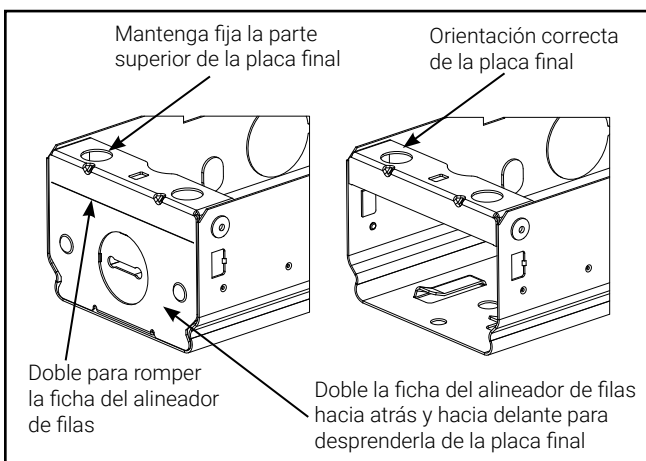

Figura 4.
3. Sujete la parte superior de la placa final y doble la parte inferior de dicha placa para separar el alineador de filas (Figura 4.).
6. Asegúrese de que la parte superior de la placa final esté orientada como se muestra en la Figura 4.